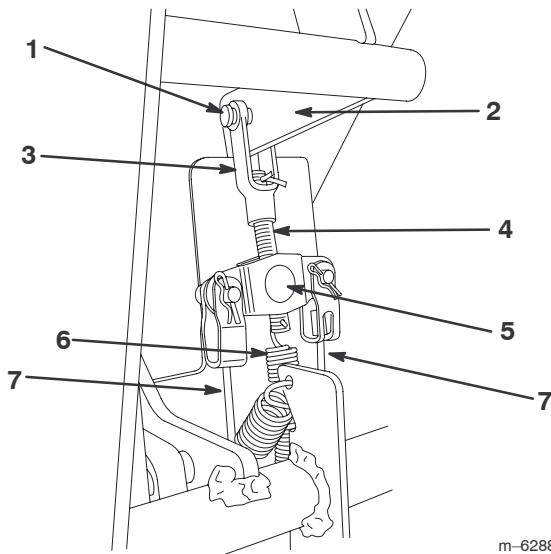

Bild 31
2. Prüfen Sie die Bremskabel am Bremsausgleich (unter dem Armaturenbrett) und ermitteln Sie, wie weit die Bremsstange am Ausgleich nach oben gleiten muss, damit die Züge kein Spiel aufweisen (Bild 31).
3. Entfernen Sie den Splint und den Lastösenbolzen von den Bremsstangenlastösenbolzen (Bild 31).
4. Nehmen Sie die Feder vom Ende der Bremsstange ab (Bild 31).
6. Drehen Sie die Bremsstange in den Bremsausgleich ein oder heraus, um das Spiel von den Bremskabeln zu entfernen (Bild 31). Ziehen Sie die Kabel nicht zu fest an.
7. Setzen Sie die Feder in das Loch an der Bremsstange ein (Bild 31).
8. Verbinden Sie den Bolzen in die Bremsstange mit dem vorher entfernten Lastösenbolzen und dem Splint am Bremshebel (Bild 31).